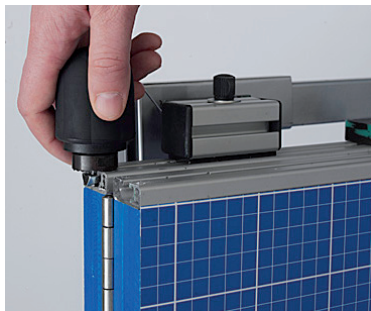

Abb.2a
- Anschließend lösen Sie die Arretierungen für den Klappfuß (2 x Nr. 6) am Klappscharnier des Standfußes (Abb.2a):
- Öffnen Sie die Transportsicherung (Nr. 20) und klappen den Klappfuß (Nr. 7 Abb.2b) auf und arretieren die Arretierungen für den Klappfuß (2 x Nr. 6) handfest (Abb.2a).